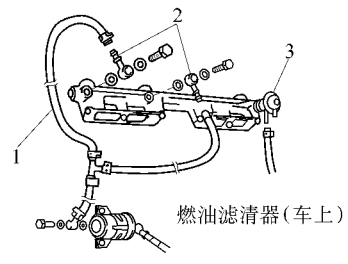

图 2-102 喷射试验所用工具
(2) 喷油器的喷射试验。喷射试验所用工具如图 2-102 所示。